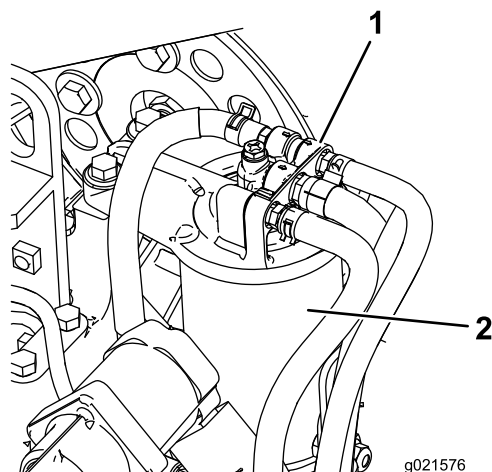

Figura 55
1. Limpe a zona em torno da cabeça do filtro de combustível (Figura 55).
2. Retire o filtro e limpe a superfície de montagem da cabeça do filtro (Figura 55).